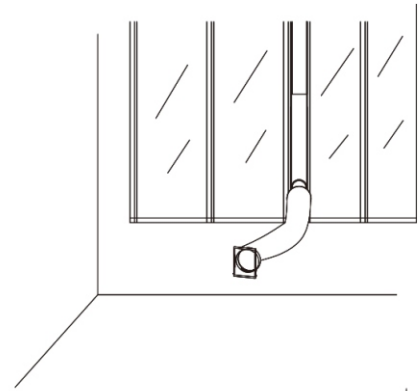

Fig.8
9. Installez le conduit d'évacuation d'air, le kit de fenêtre et leurs accessoires sur la fenêtre conformément au schéma de la figure 8.